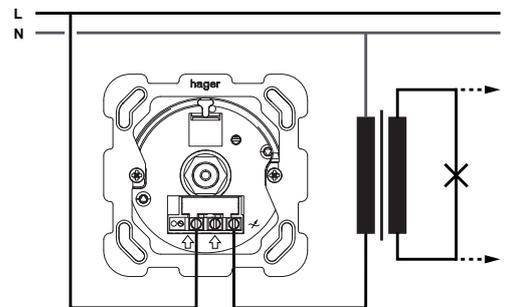
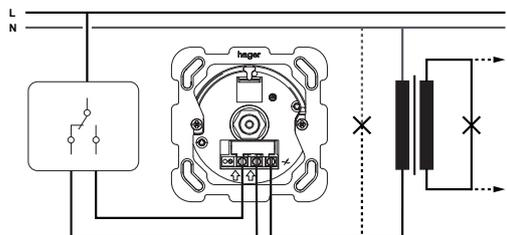

Bild 3: Anschlussplan
Bild 4: Wechselschaltung
- Drehlichtregler (1) gemäß Anschlussplan anschließen (Bild 3). Alternativ mit Wechselschalter installieren (Bild 4).